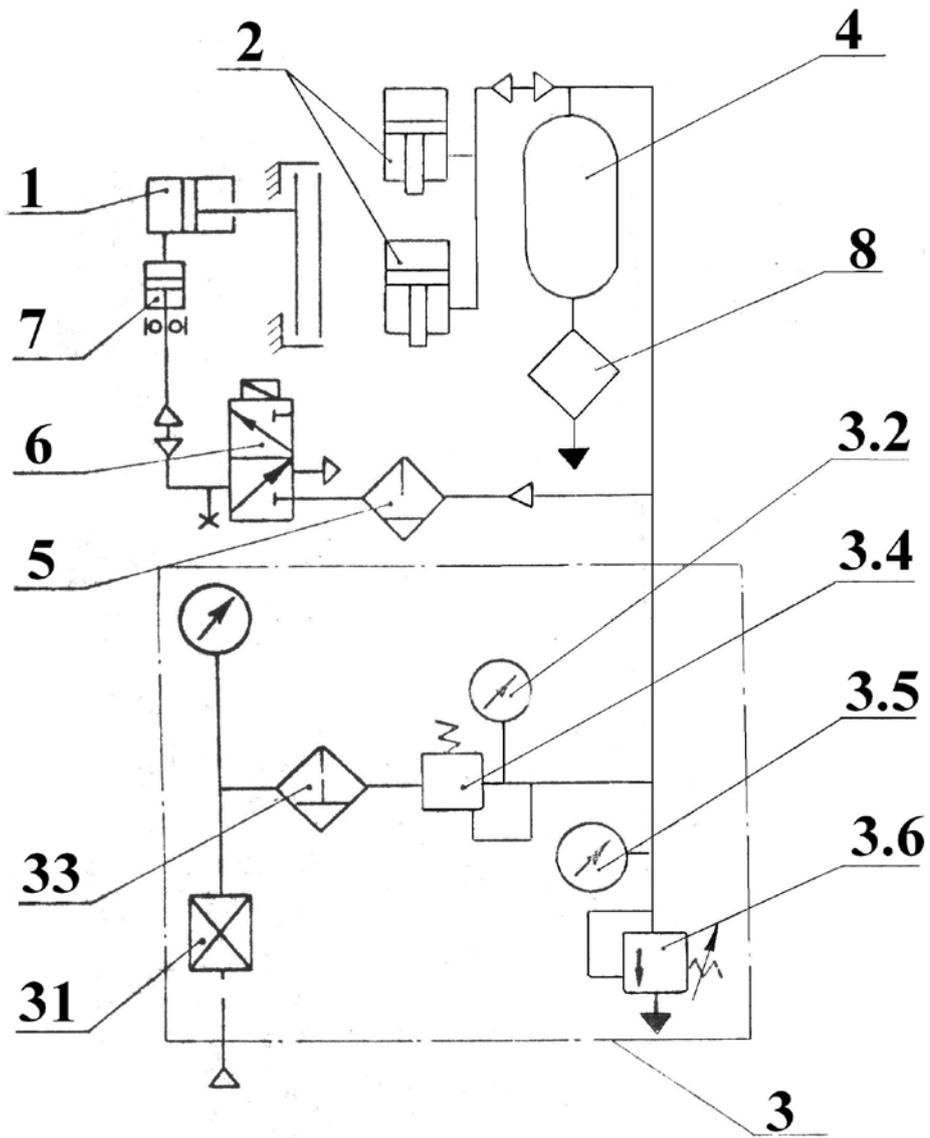

Рис. 13. Схема пневматическая принципиальная
6.1. Схема пневматическая принципиальная показана на рис. 13. Пневмосистема предназначена для обеспечения работы муфты-тормоза 1 и питания уравнивателей 2.